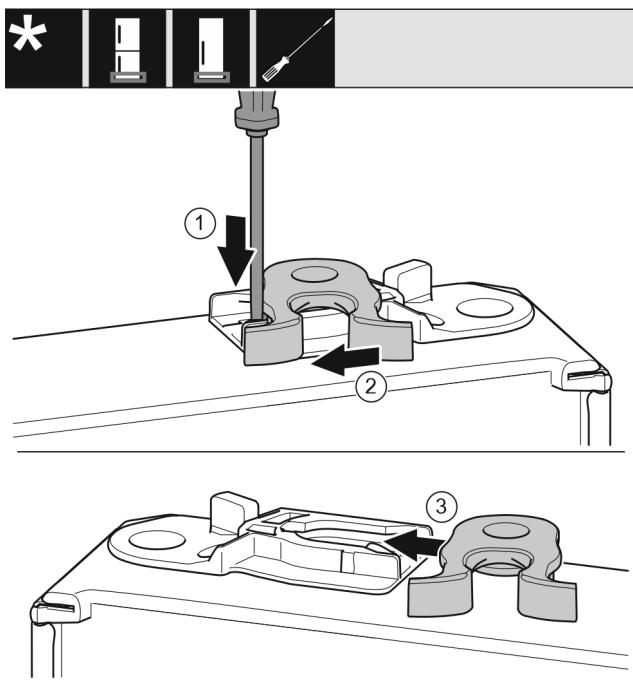

Fig. 16
- Πιέστε το αυτάκι με ίσιο κατσαβίδι προς τα κάτω. *Fig. 16 (1)*
- Τραβήξτε το άγκιστρο κλεισίματος από τον οδηγό. *Fig. 16 (2)*
- Ωθήστε το άγκιστρο κλεισίματος στην άλλη πλευρά στον οδηγό. *Fig. 16 (3)*